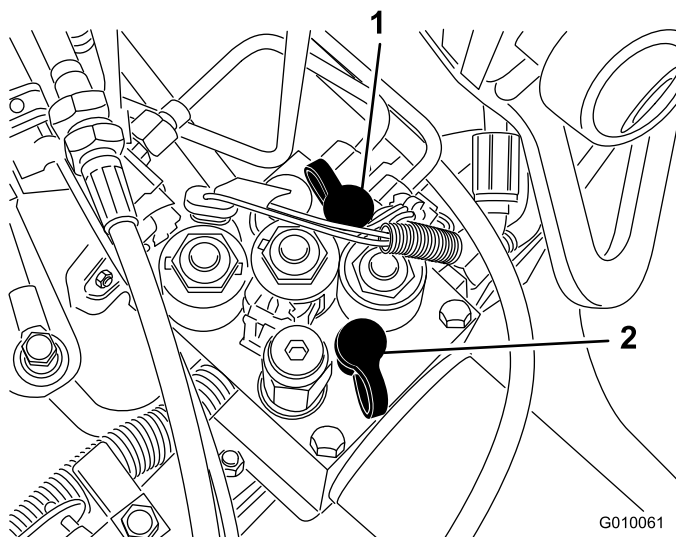

Bild 60
- Mit der Teststelle G 2 (Bild 60) wird der Traktionladeschaltkreis geprüft.
- Mit der Teststelle G 1 (Bild 60) wird der Hubschaltkreisdruck geprüft.